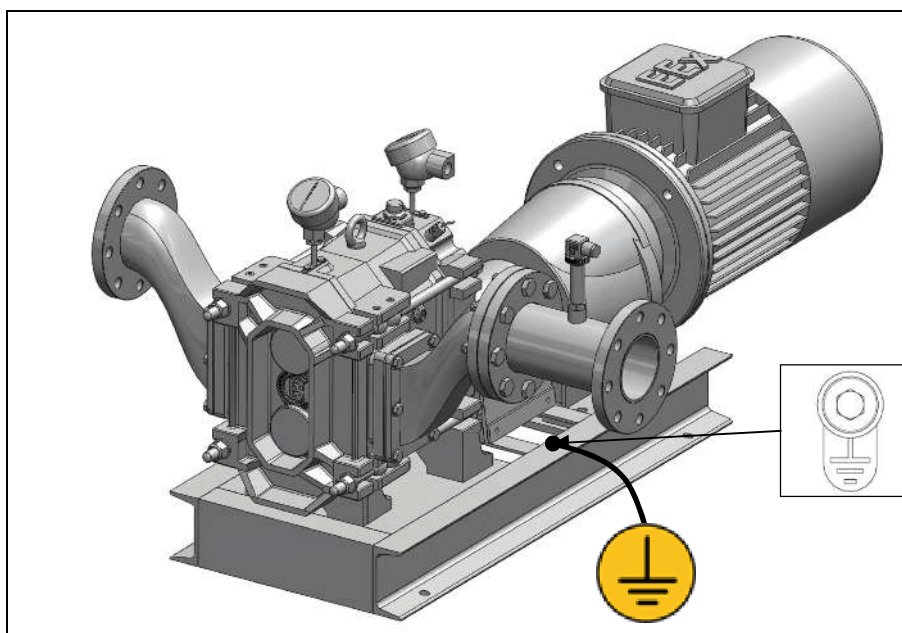

Fig. 9 – Indicazione del collegamento a terra del gruppo pompa
- Il gruppo pompa è fornito su un basamento, il quale deve essere collegato a terra tramite un cavo di sezione adeguata, collegato all'apposita borchia fissata al basamento stesso (vedere fig. 9).